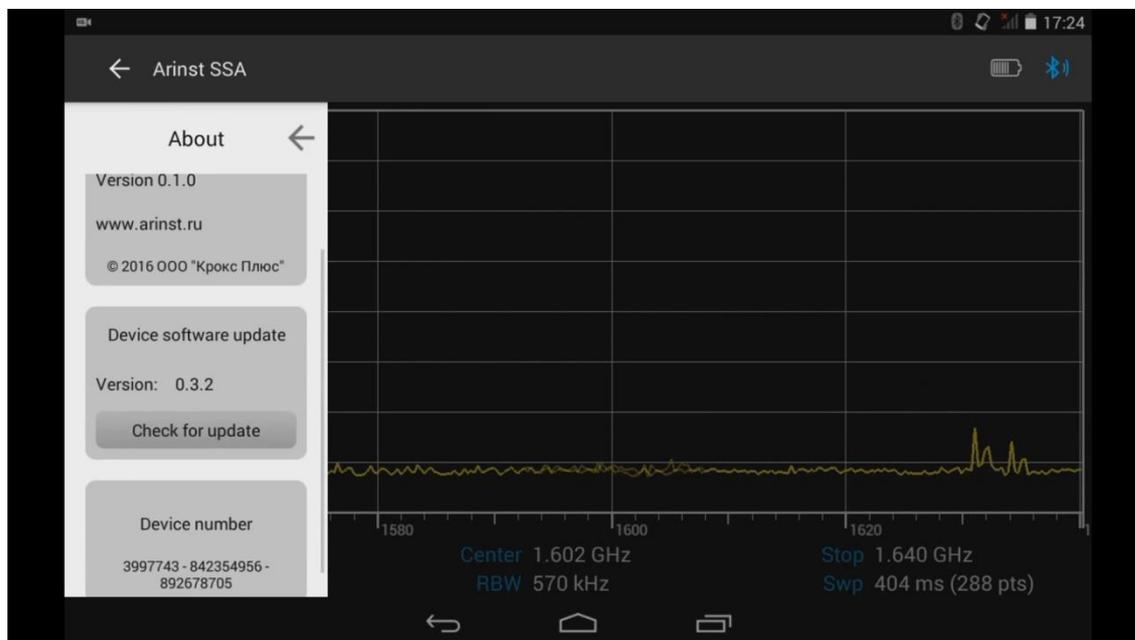

Рисунок 66 – Информация об управляющей программе и приборе.
8.13.1. Из главного меню управляющей программы, войдите в меню **About**, в котором находится информация о версии программы, версии программного обеспечения прибора и номер прибора, рисунок 66. Для проверки наличия новой версии программного обеспечения прибора, нажмите кнопку **Check for update**. Если вышла новая версия программного обеспечения прибора, появится возможность обновления программного обеспечения прибора.